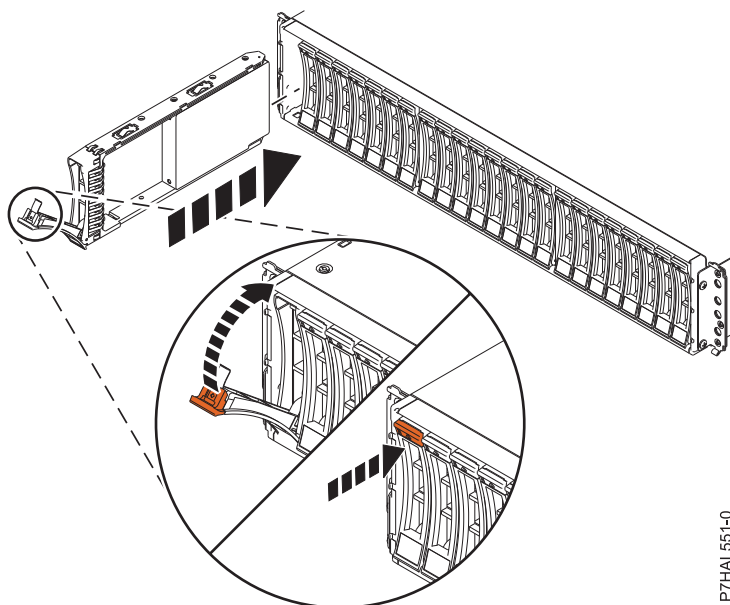

Figura 8. Instal·lació o substitució de la unitat de disc a allotjament d'unitats de disc 5887
3. Amb la nansa en posició desbloquejada, tal com es mostra a Figura 8 a la pàgina 10, aguanteu la part inferior de la unitat mentre l'alineeu amb les guies a l'allotjament.
7. Bloquegeu la unitat fent girar la nansa **(A)** en la direcció que es mostra a Figura 8 a la pàgina 10.